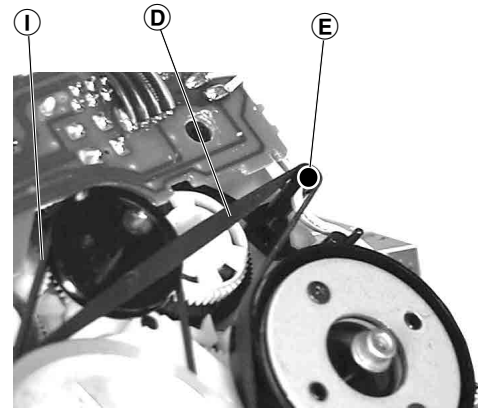

Fig. 21
- Nehmen Sie den Antriebsriemen **D** von der Motorriemenscheibe und legen Sie ihn über den hochstehenden Bolzen **E** (Fig. 21).
- Take off the drive belt **D** from the motor pulley and put it around the upright bolt **E** (Fig. 21).